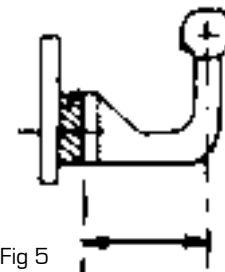

Fig 5
- Que la cote de l'axe de la boule à la fixation de l'attelage fait au minimum 75 mm (fig.5)